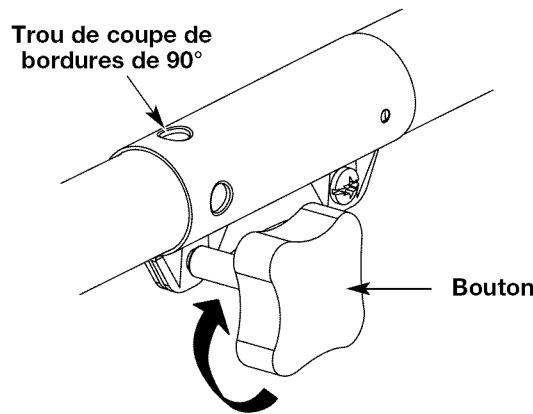

Fig. 18
3. Serrez le bouton en le tournant à droite (Fig. 18).
Pour couper les bordures à l'aide de la tête d'accessoire de coupe sur les modèles EZ-Link^{MC}, verrouillez le bouton de déclenchement de l'accessoire de coupe dans le **trou de 90°** (Fig. 18).